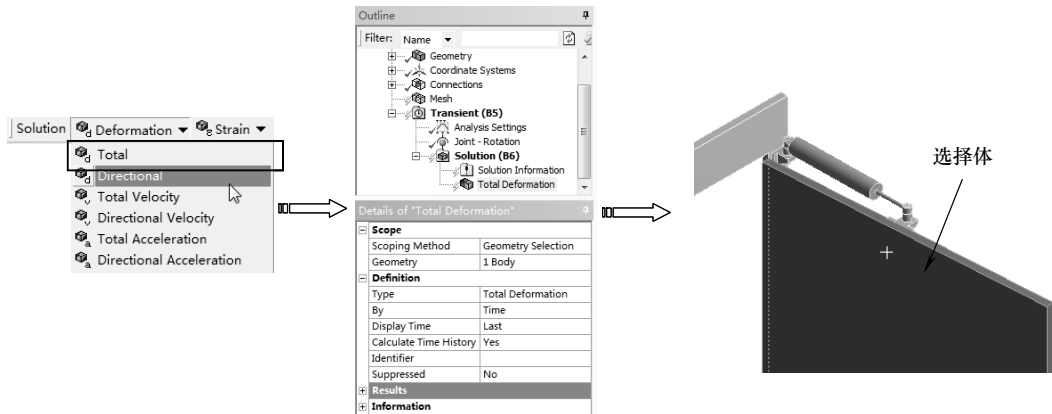

图 10-94 添加位移求解项
2) 求解位移。单击【Solution】工具栏上的【Deformation】|【Total】命令，此时在分析树中插入【Total Deformation】项，在图形区选择如图 10-94 所示的实体，在详细设置窗口中设置【Orientation】为 Y Axis，如图 10-94 所示。